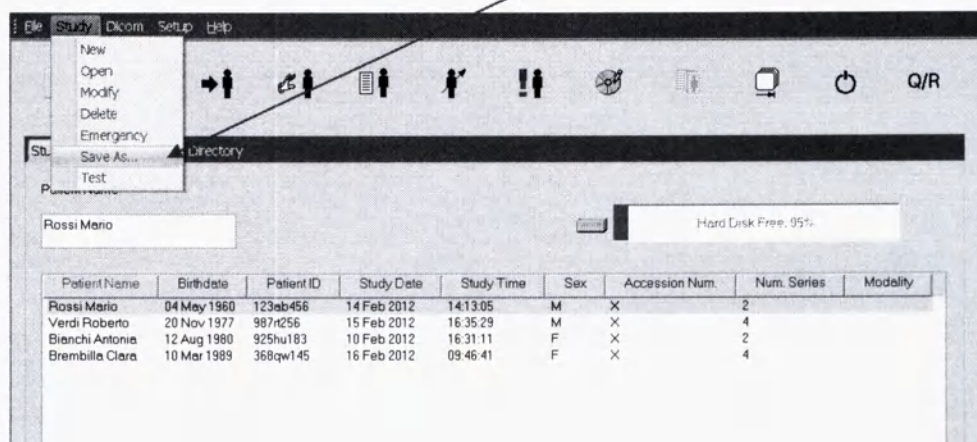

Рисунок 126
- открыть меню **Исследование** и выбрать **Сохранить как...** (см. рисунок 126);